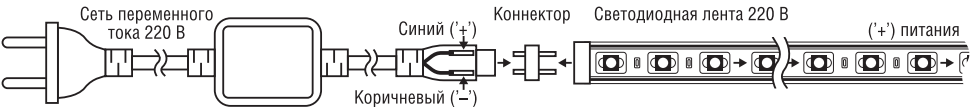

Рис. 1. Подключение светодиодной ленты 2835 220В.
- Для обеспечения работы светодиодной ленты NLS-2835-IP67-220V необходимо использовать преобразователь сетевого напряжения NLS-power cord-3528-220V. Подключение источника питания осуществляется по схеме, изображенной на Рис.1. Подключите светодиодную ленту строго соблюдая полярность в соответствии с ключом, как показано на Рис.1.